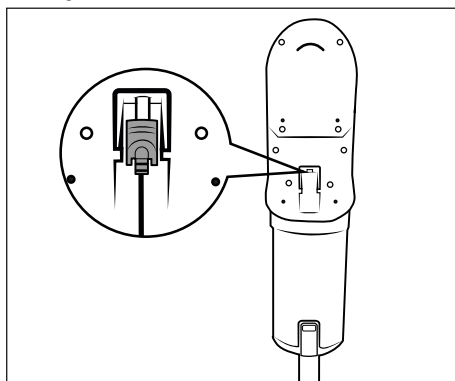

Fig. 8
- ▶ L'aspirateur peut également être rechargé directement via l'adaptateur secteur **10**. Pour ce faire, retirez la fiche creuse **11** du support mural **18** en la tournant légèrement et insérez-la dans la prise de recharge **3** de l'appareil (voir fig. 8).